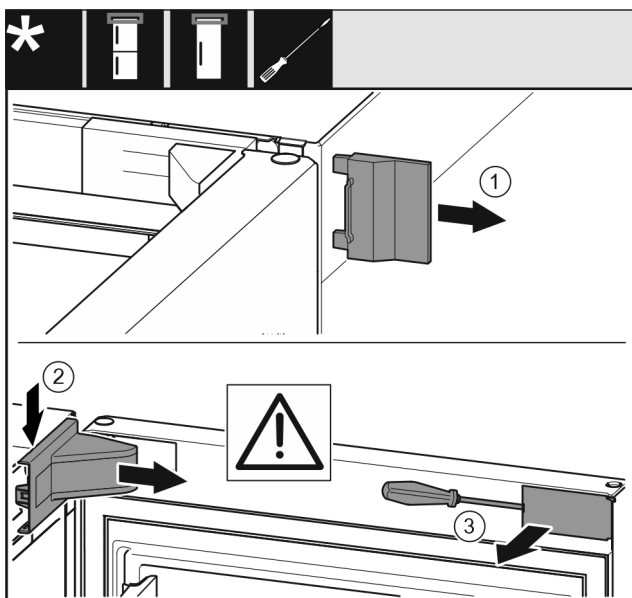

Fig. 9
- ▶ Detașați apărătoarea exterioară. Fig. 9 (1)
- ▶ Deblocați și desfaceți apărătoarea suporturilor de lagăr. Detașați apărătoarea suporturilor de lagăr. Fig. 9 (2)
- ▶ Deblocați masca cu șurubelnița plată și pivotați-o în lateral. Fig. 9 (3)